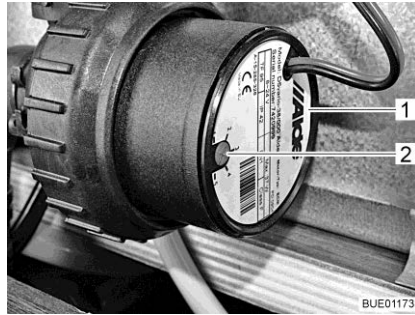

Fig. 225 Riduzione del numero di giri
Con il pomello girevole (Fig. 225,2) è possibile impostare il numero di giri della pompa di circolazione. A un numero di giri ridotto i rumori prodotti dal funzionamento della pompa si riducono.
Il pomello girevole si trova sulla pompa di circolazione (Fig. 225,1).
- Ruotare il pomello girevole (Fig. 225,2) in senso antiorario. La potenza diminuisce.